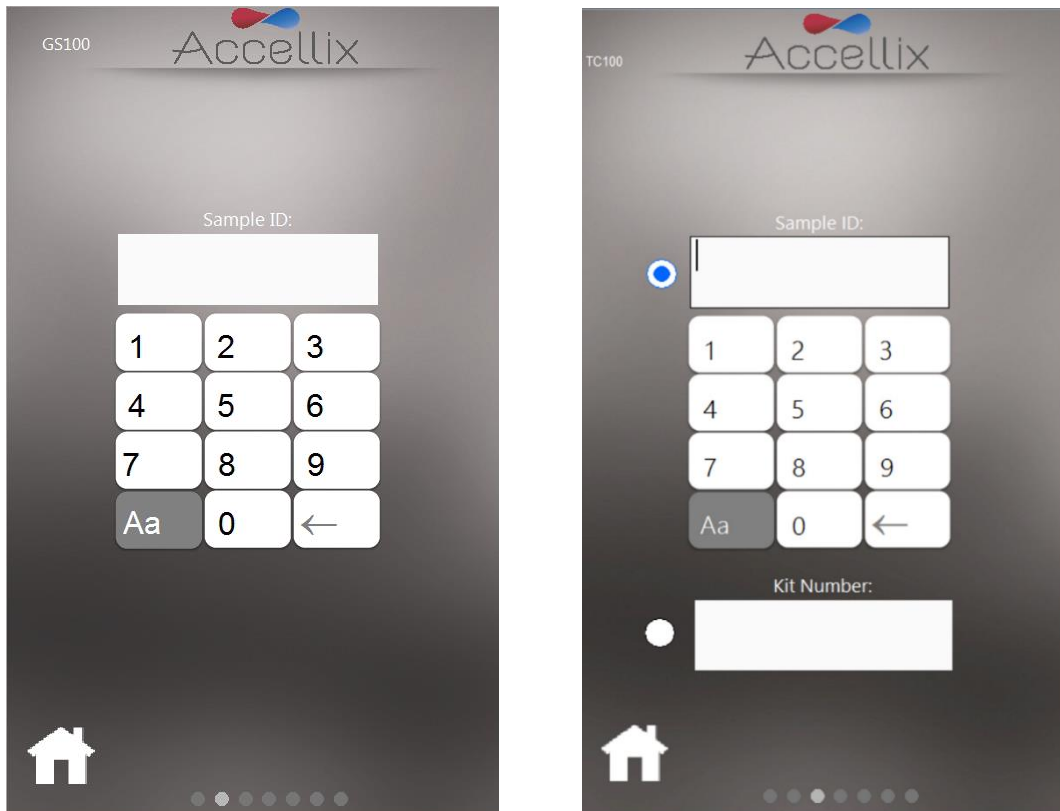

Abbildung 29: Bildschirm „Enter Sample ID“ (Proben-ID eingeben)
7. Bildschirm **Enter Sample ID** (Proben-ID eingeben) (Abbildung 29): Geben Sie die Proben-ID über den Nummernblock auf dem Bildschirm, über eine externe Tastatur oder einen Barcode-Scanner ein. Die Proben-ID wird dann auf allen nachfolgenden Bildschirmen des Testlaufs angezeigt.